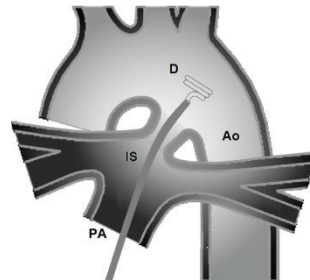

Fig 09
*Una sección recta del coil crimpado (A) debe ser visible, así como una distancia entre el coil crimpado y el microcatéter "Pusher" en el envasado.*
- Ensamble el catéter de transporte (L) con la Llave Y(Y).
- Retraiga suavemente el coil tirando del empujador (P), hasta que el dispositivo (D) esté completamente dentro del catéter de transporte (L), preferiblemente en una solución heparinizada.
- Conecte el catéter de transporte (L) al catéter de implantación y avance suavemente el coil a través del catéter empujando el empujador (P) hasta que el dispositivo (D) llegue al final del catéter de implantación.
- Empuje lentamente el pusher (P) para desplegar las vueltas distales del dispositivo en la aorta (Fig. 09).